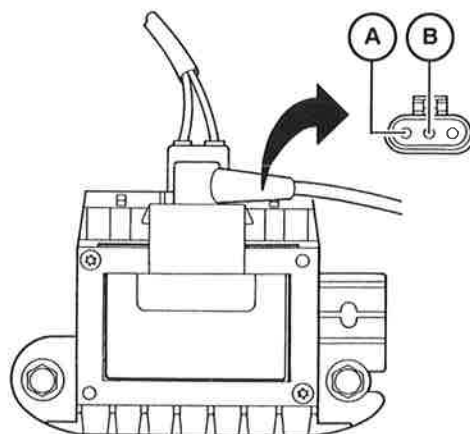

Fig. 2
- Contrôler la présence d'une tension de 10 volts minimum sur la borne (A). Dans le cas contraire, vérifier la liaison avec le 12 volts après contact (Fig. 2).
- Vérifier la continuité de la masse sur la borne (B).